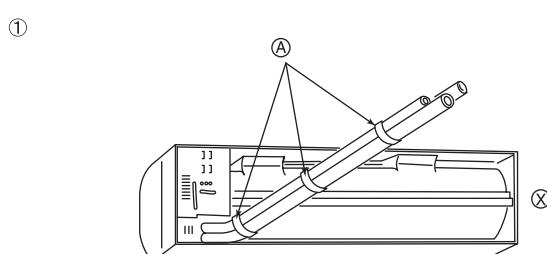

Fig. 3-4
① Pijpen aan de achter-, rechter- en onderkant (Fig. 3-4)